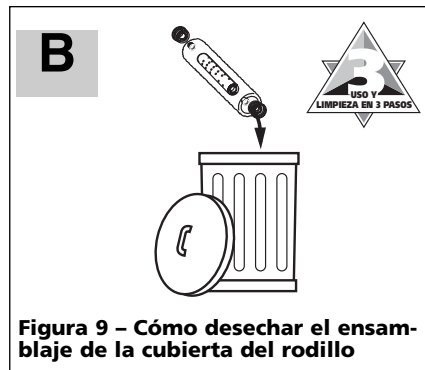

**Figura 8 - Llenado de la lata con agua**
3. Llene la lata con agua tibia y vuelva a colocar la cubierta del motor (vea la figura 8). Mientras sostiene el marco del rodillo en la piletta, ponga el motor en la posición 'High' (alta) y enjuague el sistema.